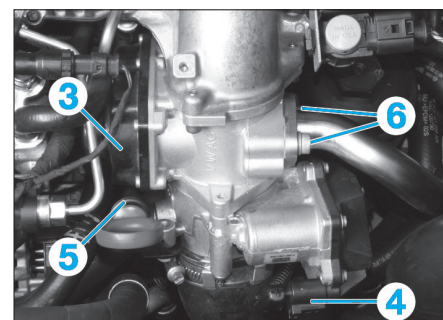

Fig. 67
- Débrancher le connecteur de la vanne de recyclage des gaz (3) et le boîtier papillon motorisé (4) (Fig.67).
- Déposer les vis de fixation de la jauge (5) ainsi que le tuyau (6) de raccord des gaz d'échappement.